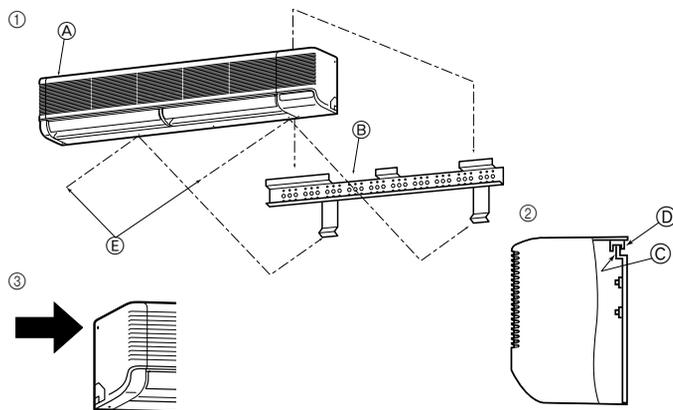

Fig. 3-11
3.4. Het binnenapparaat monteren (Fig. 3-11)
- ① Zorg ervoor dat de metalen pallen van het binnenapparaat over de haken van de muurbevestigingsmal vallen.
- ② Als de pijpen zijn aangelegd, schroeft u het binnenapparaat op de muurbevestigingsmal met behulp van de bevestigingsschroeven.